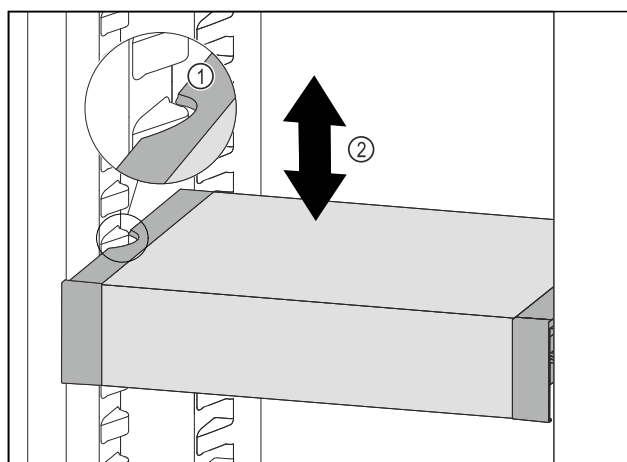

Fig. 78
- ▶ Táhněte VarioSafe dopředu, dokud nebudou boční vybrání VarioSafe na úrovni žebrování na nádoby v chladniče. Fig. 78 (1)
- ▶ Posouvejte VarioSafe v chladniče nahoru nebo dolů, dokud nedosáhnete požadované výšky. Fig. 78 (2)